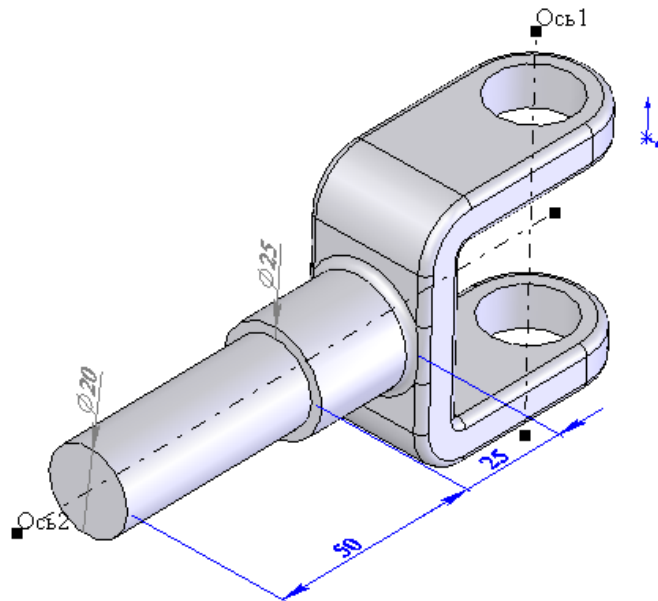
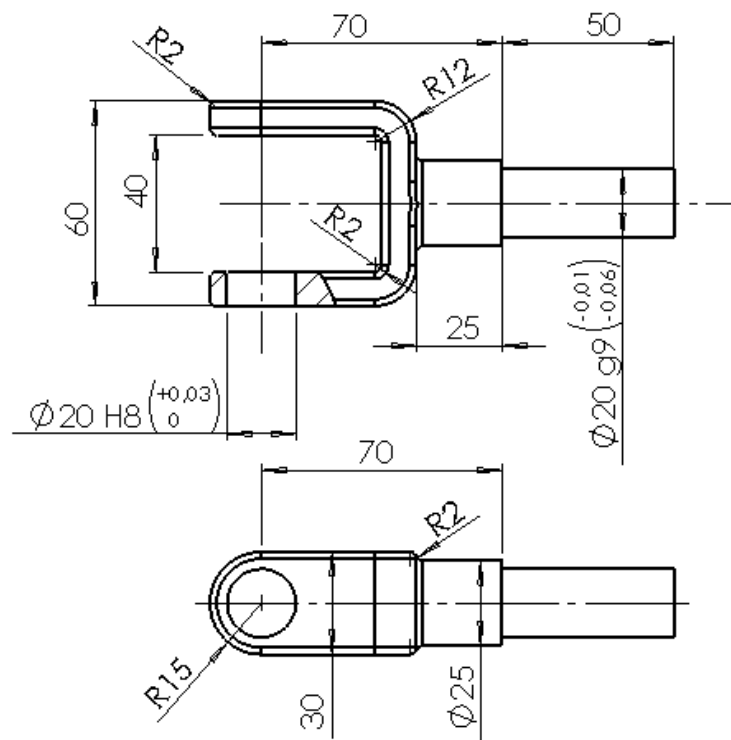

Рис. 4. Модель детали «Вилка»
Рис. 5. Эскиз детали «Вилка»
5. Построить 3D модель детали «**Вилка**» (рис. 4) в соответствии с эскизом, изображенным на рис.5 и сохранить под этим именем в папке «**Итоговое занятие**».